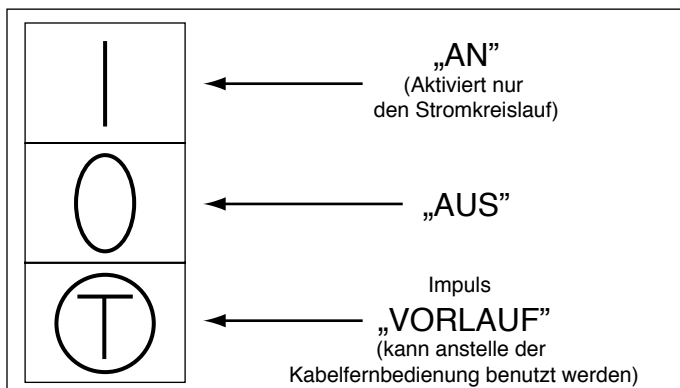

Abbildung 5 - Positionen des Pumpenschalters
4. Vergewissern Sie sich, dass der Pumpenschalter auf „AUS“ steht. Vgl. Abb. 5.